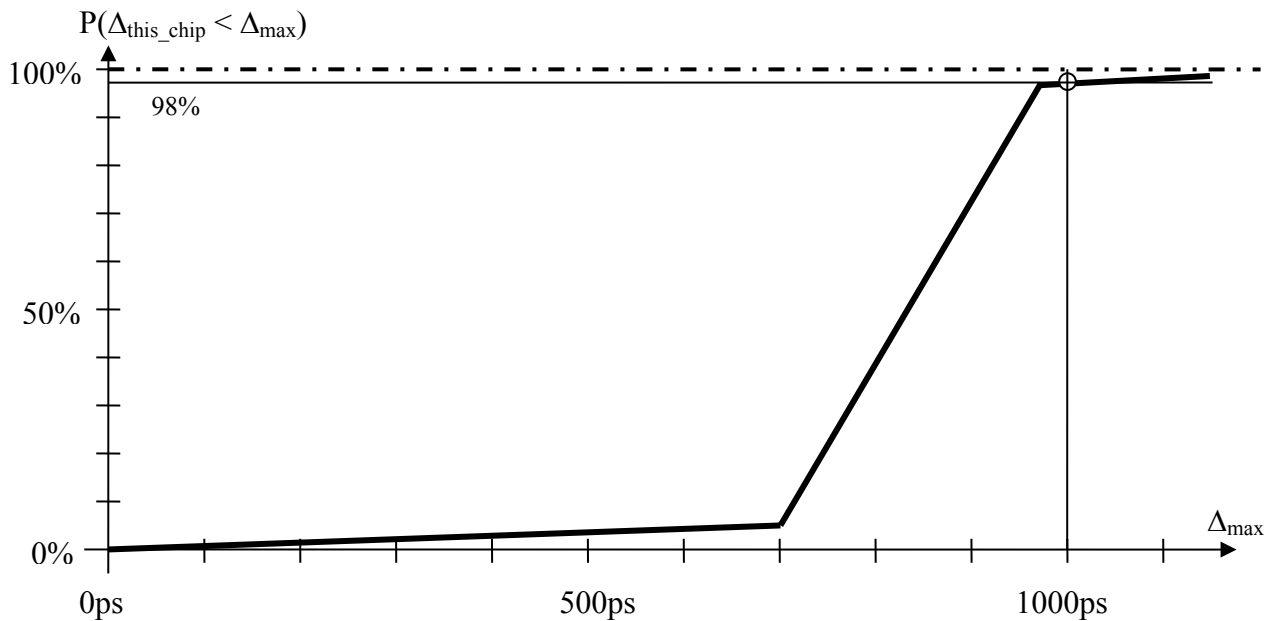

Abbildung 3.1
- (a) Dieses Signal  $U_{in}$  wird an einen Eingang eines digitalen Gatters mit Schwellwert  $U_{th} = 1,5V$  (ohne Hysterese) gelegt. Ergänzen Sie in Abbildung 3.1 den Spannungsverlauf  $U_{dig1}$  nach der Digitalisierung!
Gegeben sei ein CPU-Chip, der nominal bei 2,5V Versorgungsspannung, 25°C Umgebungstemperatur und 1GHz arbeitet und dabei eine Die-Temperatur von 85°C erreicht. Abbildung 3.1 zeigt eine Näherung für die (kumulative) statistische Verteilung des Delays im kritischen Pfad, wie sie vom Hersteller ermittelt wurde. Wie man erkennt, ist das Design so ausgelegt, dass trotz der fertigungsbedingten Variationen 98% der gefertigten Chips funktionieren. Bei den restlichen 2% seien die Delays im kritischen Pfad (inklusive Setup/hold time) größer als die Periodendauer von 1000ps, sodass Probleme beim Timing auftreten. Diese Chips wurden beim Test ausgeschieden.
- Würde man den Chip um 25% höher takten – wie groß wäre dann der zulässige Delay? Wie hoch wäre damit nach Abbildung 3.1 der Prozentsatz der auszuscheidenden Chips?